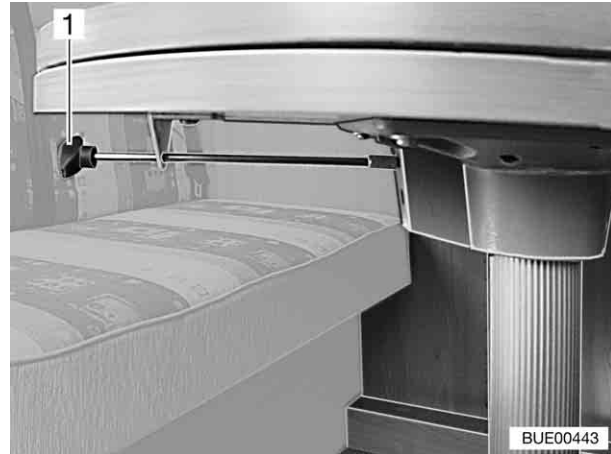

Fig. 69 Table fixe
- Tirer le levier de verrouillage (Fig. 69,1) et sortir la rallonge de table.